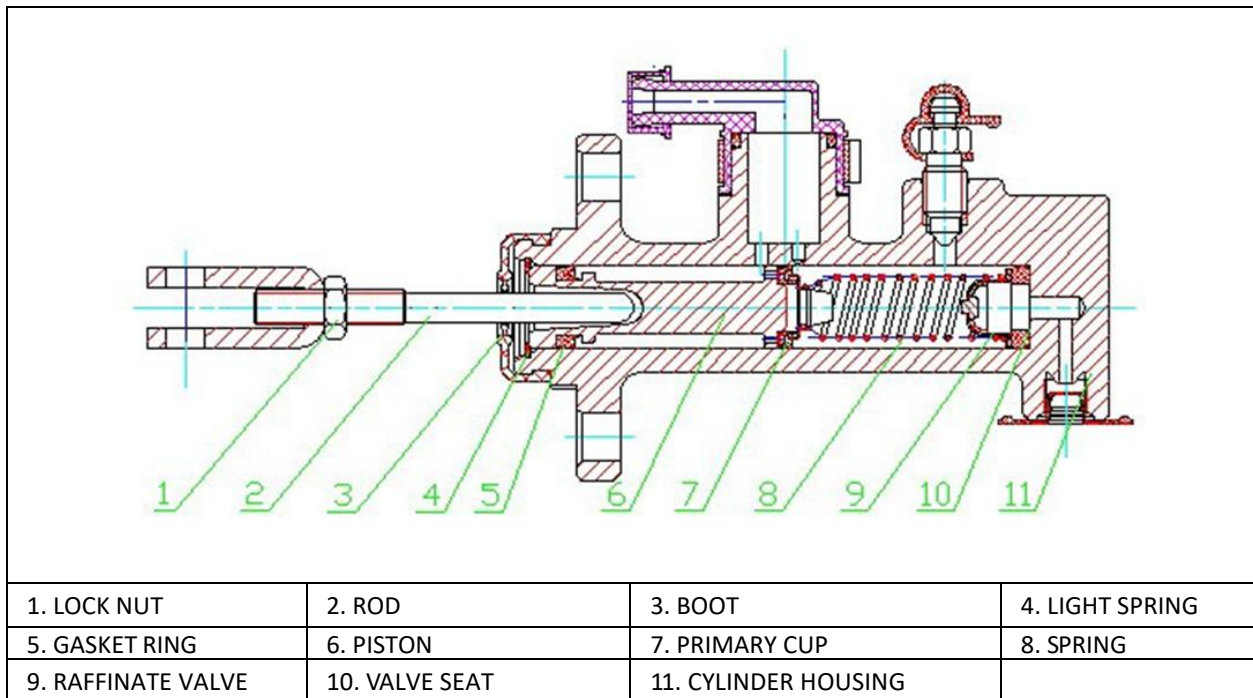

Fig. 6-1
6.2.1 Master Cylinder (Fig. 6-1)